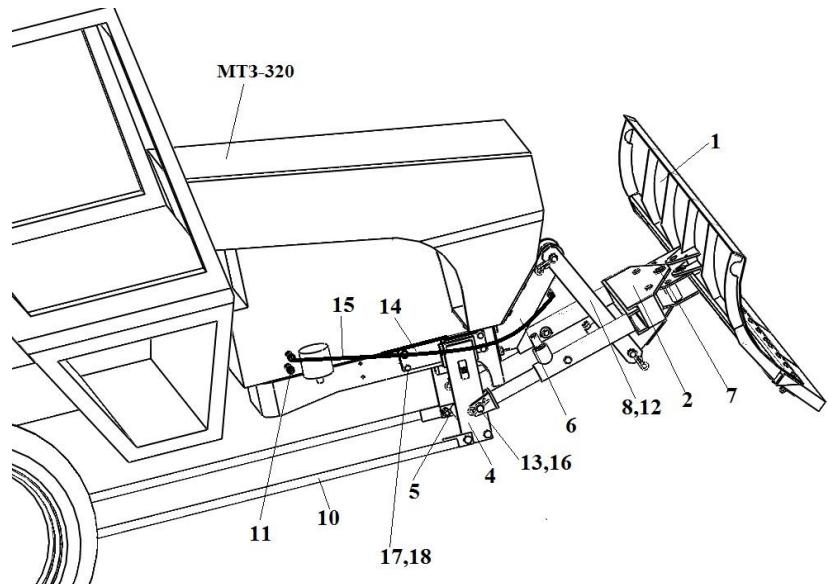

Рис.3 КО320-2,0
## 2.7 Устройство и работа оборудования КО320-2,0 и КО320-2,0.ГП с гидроповоротом (рис.3,4)
Плужное оборудование (рис.3,4) состоит из:
2.8.9 Для отвала без гидроповорота (рис.3) полости гидроцилиндра соединить с гидросистемой трактора при помощи двух РВД (15) и переходником (11).